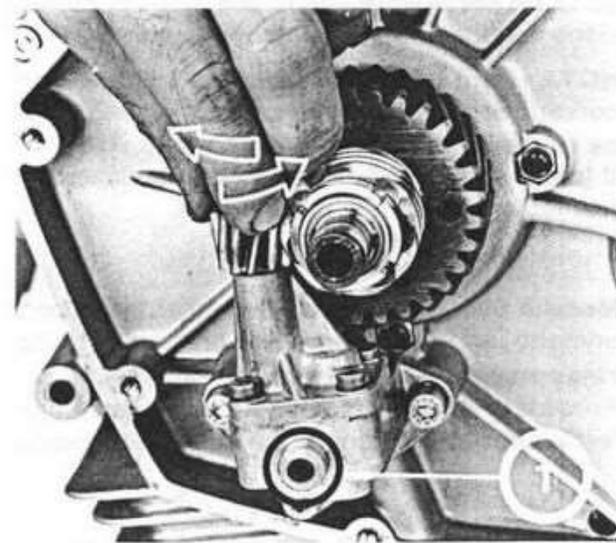

Fig. 101
**NOTA** - Dopo il montaggio accertarsi che tra i denti dei due ingranaggi di azionamento della pompa vi sia un certo gioco (Fig. 101).
Installare il gommino in gomma speciale (che assicura la tenuta tra pompa e coperchio laterale sinistro) nel proprio alloggiamento nel corpo della pompa (1) (Fig. 101).
**NOTE** - After replacement make sure that there is a slight backlash between the oil pump drive gears (Fig. 101).
Install the special rubber seal (which is fitted between oil pump and left-hand cover and ensures a leakproof oil supply from the pump to the main gallery) into its seat in the pump body (1) (Fig. 101).